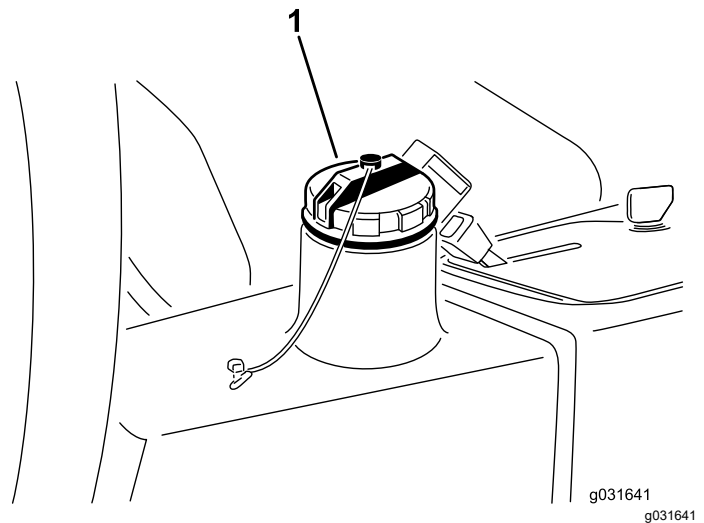

Figura 61
2. Pulite attorno al collo del bocchettone e del tappo del serbatoio idraulico (Figura 61).
3. Togliete il tappo del serbatoio idraulico (Figura 61).